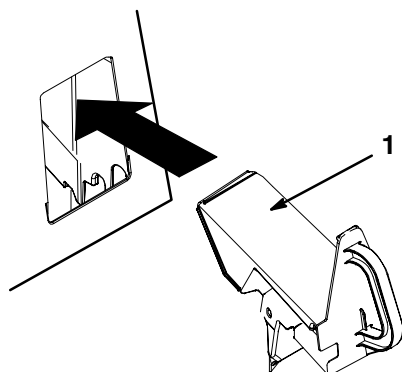

Figura 17
4. Inserte el tapón de reciclado en el hueco, según muestra la Figura 17.